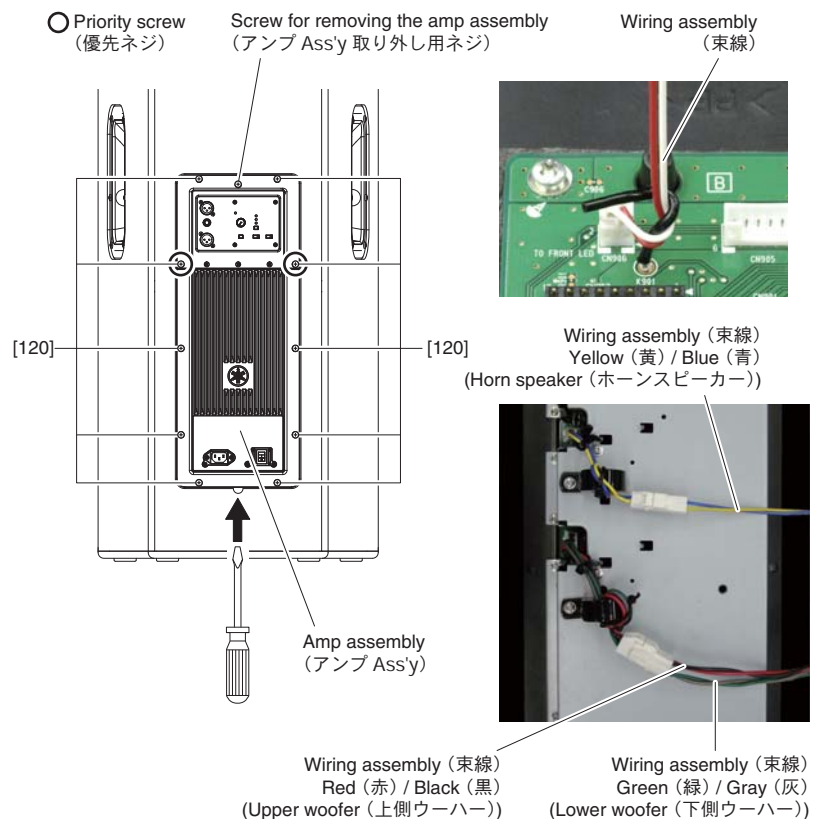

Fig. 8 (図 8)
- (1) Loosen the screw for removing the amp assembly.
- (2) Insert the flat blade screwdriver or the like into the cavity of the cabinet, and push the bottom end of amp assembly up.
- (3) Pull the screw for removing the amp assembly to move up the top end of the amp assembly.
- (4) Hold both top and bottom of the amp assembly to remove it.
- 5-3. Disconnect the connectors of the wiring assemblies. (Fig. 8)
- 5-1. [120] のネジ 10 本を外します。(図 8)
- ※ アンプ Ass'y を取り付けるときは、図に示す優先ネジ 2 本を先に締めてください。(図 8)
- 5-2. 下記の手順で、慎重にアンプ Ass'y を取り外してください。(図 8)
- (1) アンプ Ass'y 取り外し用ネジを緩めます。
- (2) キヤビネットの切り欠きにマイナスドライバーなどを差し込んで、アンプ Ass'y の下部を浮かせます。
- (3) アンプ Ass'y 取り外し用ネジを手前に引いてアンプ Ass'y 上部を浮かせます。
- (4) アンプ Ass'y の上部と下部を持って、取り外します。
- 5-3. 束線のコネクターを外します。(図 8)